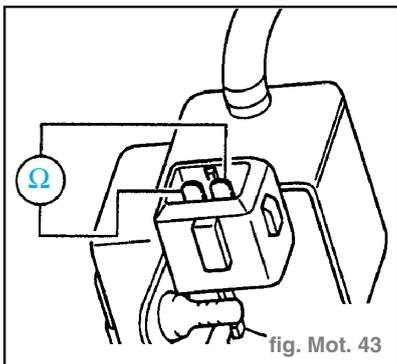

fig. Mot. 43
- Valeur assignée : 25 à 45 Ω (fig. Mot. 43)